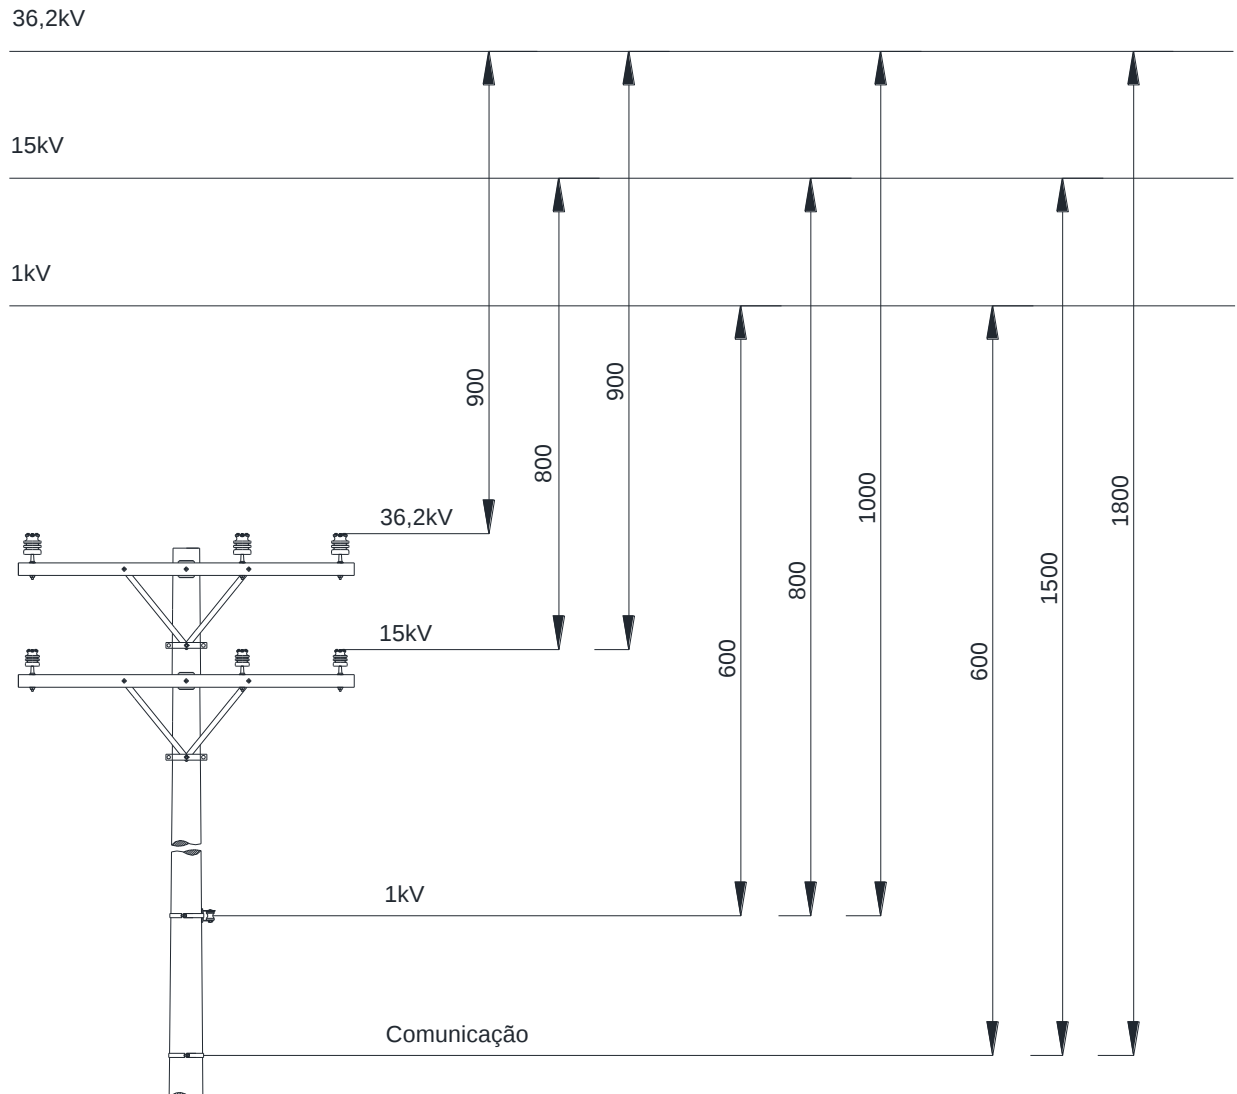

Figura 3 – Afastamentos mínimos – Circuitos diferentes
3. Em caso de mais de um circuito devem ser mantidos os afastamentos mínimos definido na Figura 3;